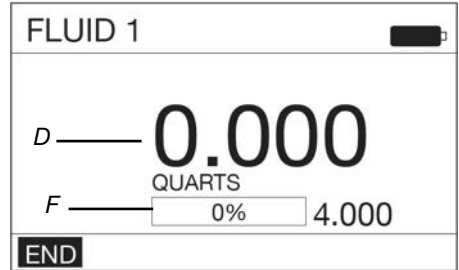

图 70
2. 如果流量计识别了流体凭据，会显示图 70 中所示的分配屏幕。
分配期间，会在分配屏幕的左下角高亮显示 END（停止）字样（图 70）。分配期间中断注入：